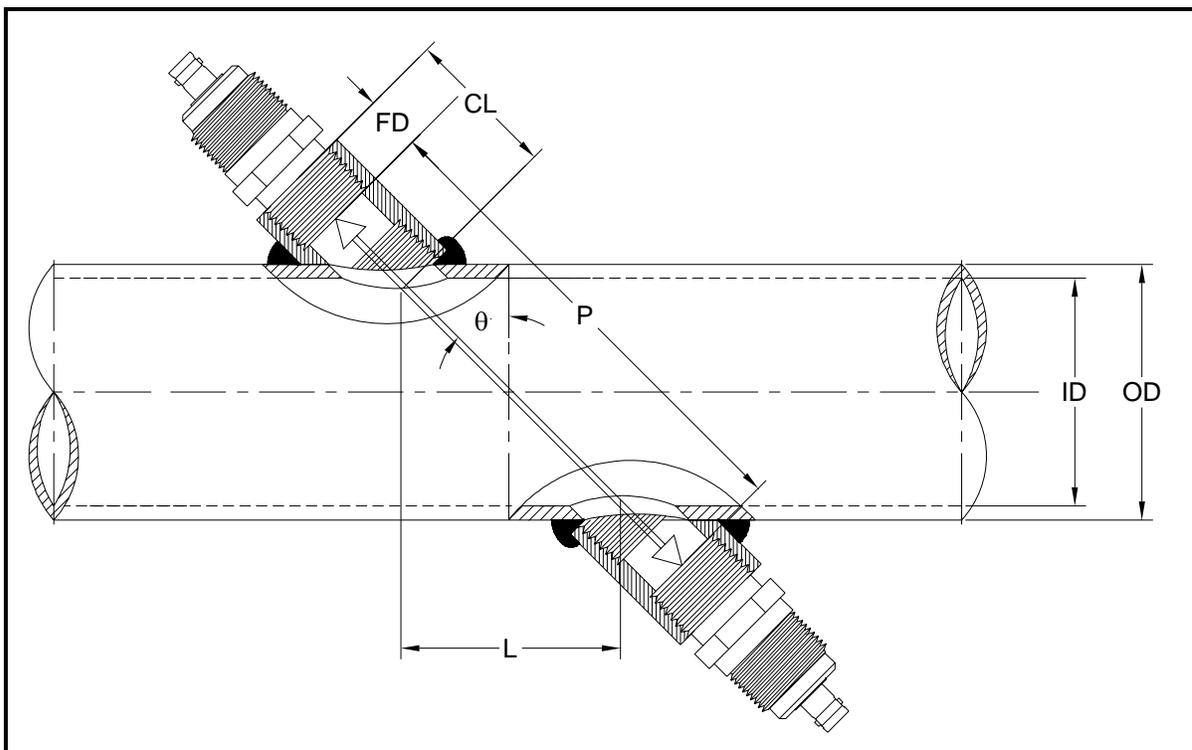

Figura A-1: Vista superior de una instalación de transductor de 180°
Si utiliza transductores mojados, XMT868i requiere que introduzca la longitud de ruta (P) y la dimensión axial (L). P es la distancia cara a cara del transductor y L es la proyección axial de P en la trayectoria de flujo (vea la Figura A-1 abajo).
Para determinar la *dimensión axial* (L), mida físicamente la distancia, paralela a la línea central de flujo, entre los centros de los puertos del transductor en la pared interior de la tubería (vea la Figura A-1 abajo). Si no fuera posible efectuar esta medición, consulte a la fábrica.
Para determinar la *longitud de ruta* (P), necesita la siguiente información (vea la Figura A-1 en la página anterior):
- diámetro externo (OD) de la tubería
- longitud del acoplamiento de tubería instalado (CL)
- profundidad de la cara del transductor (FD)